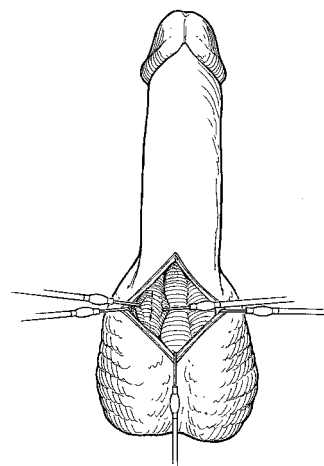

Figura 4-3. Penoscrotale: divaricazione del corpo spugnoso
3. Per l'approccio penoscrotale, divaricare lateralmente il corpo spugnoso, per evitare eventuali danni all'uretra (**Figura 4-3**).